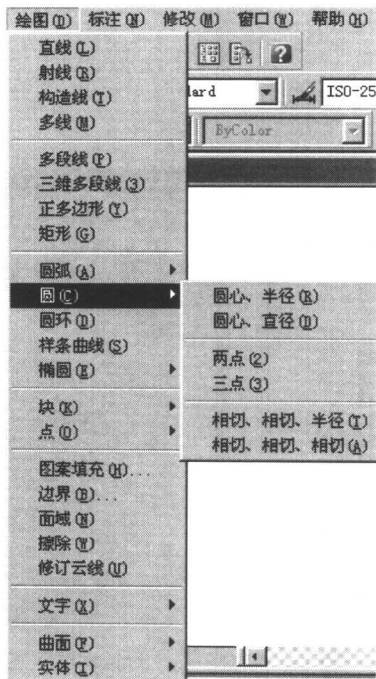

图 1-5 AutoCAD 2004 下拉菜单
在菜单栏中,单击某一选项后,弹出下拉菜单,如图 1-5 所示。利用下拉菜单可执行 AutoCAD 2004 的大部分命令。
- (1) 当选择右面有标记“▶”的选项时,将出现下一级菜单,即光标菜单(见图 1-5),在该菜单中继续进行选择,可以完成选取的选项操作。
- (2) 当选择选项右面没有标记的选项后,即执行该选项操作。
- (3) 当选项呈现灰色时,表示该选项在当前状态下不可使用。
- (4) 当选项后跟有快捷键时,表示按下快捷键即可执行该选项。
- (5) 当选项后跟有组合键时,表示直接按组合键即可执行该选项。
- (6) 当选择某个右面有标记“...”的选项时,屏幕上将弹出一个对话框,通过对弹出的对话框的选择、输入等操作,完成该选项的选择操作。